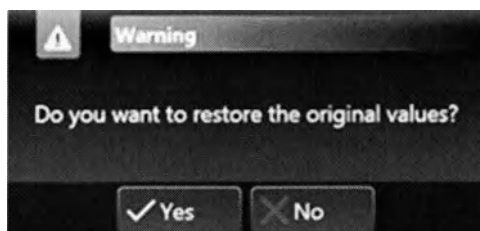

Рис. 118. Предупреждающее сообщение о восстановлении исходных значений
- ⇒ Выводится предупреждающее сообщение с вопросом, следует ли восстановить исходные значения (рис. 118).